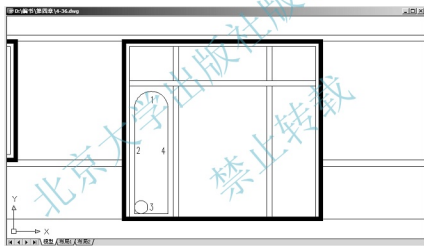
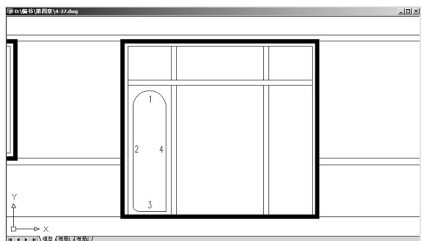
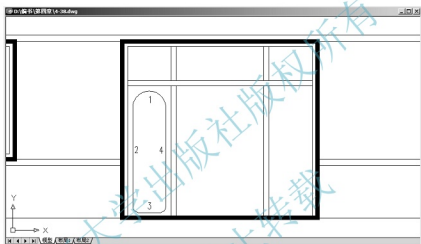

图 4.35 利用【相切、相切、半径】命令画圆
图 4.36 修剪多余的线
图 4.37 门扇右下角倒出半径为 100mm 的圆角
② 在**指定对象与圆的第二个切点**: 提示下, 将光标放到 3 线偏左部位, 当出现切点捕捉后单击。
③ 在**指定圆的半径 <255.0000>**: 提示下, 输入“100”, 按 Enter 结束命令。这样就绘制出一个半径为 100mm 且与 2、3 线相切的圆, 结果如图 4.35 所示。
(6) 使用【修剪】命令, 将图 4.35 修剪成如图 4.36 所示的状态。
(7) 单击【修改】工具栏上的【圆角】图标或在命令行输入“F”并按 Enter 键, 启动【圆角】命令。
① 在**当前设置: 模式 = 修剪, 半径 = 0.0000, 选择第一个对象或 [放弃 (U)/ 多段线 (P)/ 半径 (R)/ 修剪 (T)/ 多个 (M)]**: 提示下, 输入“R”后按 Enter 键, 指定要修改圆角的半径。
② 在**指定圆角半径**: 提示下, 输入“100”, 指定圆角半径为 100mm。
③ 在**选择第一个对象或 [放弃 (U)/ 多段线 (P)/ 半径 (R)/ 修剪 (T)/ 多个 (M)]**: 提示下, 单击 3 线偏右的位置, 选择 3 线。
④ 在**选择第二个对象, 或按住 Shift 键选择要应用角点的对象**: 提示下, 单击 4 线偏下的位置, 选择 4 线, 结果如图 4.37 所示。